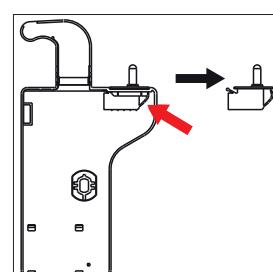

Fig. 3
- ▶ Appuyez sur la languette marquée au niveau du contact de porte afin de pouvoir retirer ce dernier du cache-charnière (1) (fig. 3).